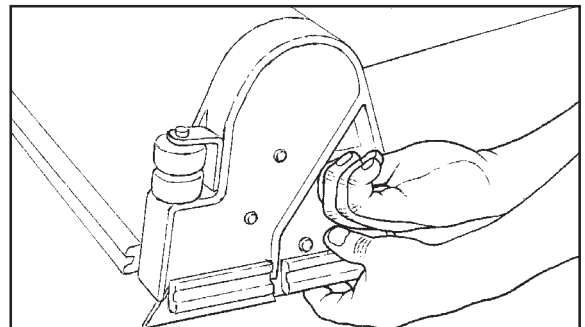

Рисунок 22
4. Подойдите к передней стороне машины и выньте из дверки щётки винт с накатанной головкой (смотрите рис. 22).